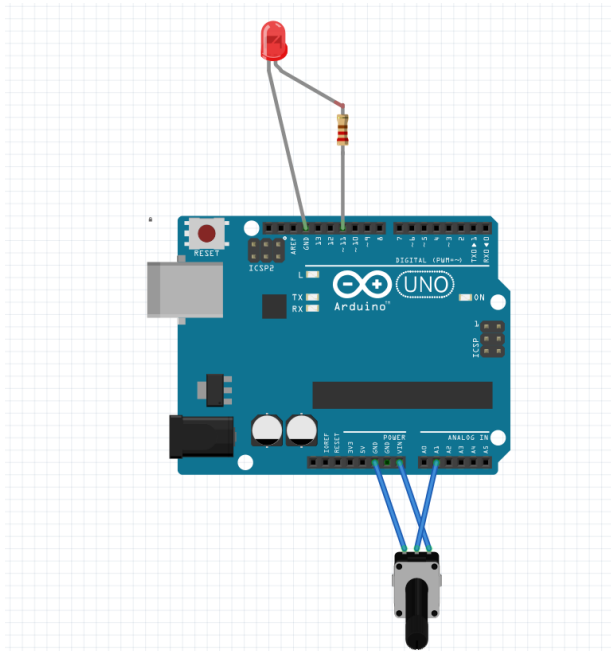

Рис. 4.3. Схема підключення для ручного регулювання яскравості світлодіоду
5. На монтажній платі скласти схему відповідно до рис. 4.3.
3. Яка змінного резистора на рис.4.3?